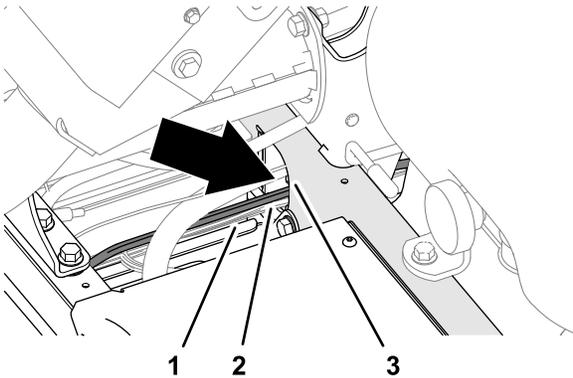

図 10
2. 電源ハーネスの残り部分をマシンのワイヤハーネスに沿って配設し、サポートチャンネルに通す 図 10。